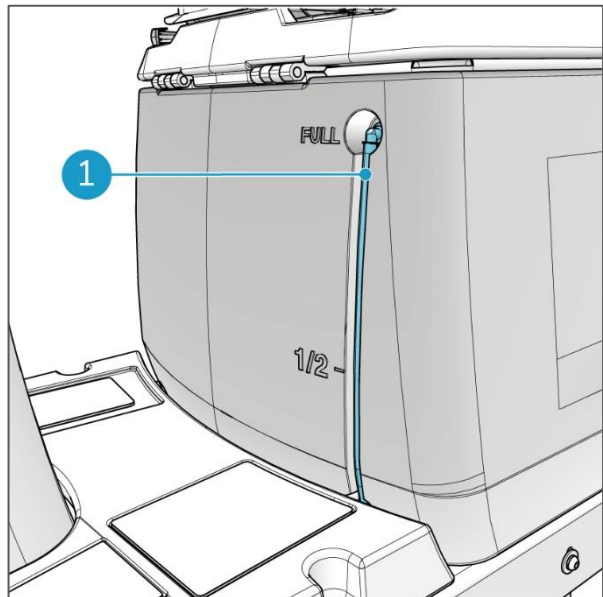

Figura 28
El nivel de solución se puede comprobar visualmente en el indicador correspondiente, que está en el depósito de solución (Figura 28, pos. 1) debajo del asiento. Consulta la sección 2.2.